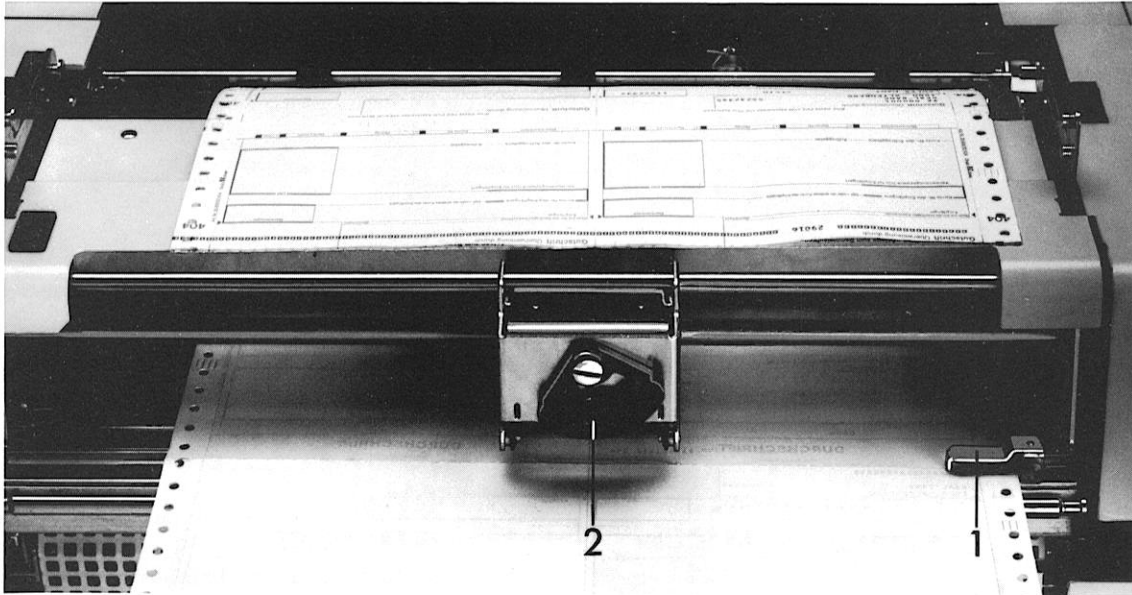

Abb. 10 Papierführung, Rückseite
Mit der Papierspanneinrichtung Abb. 10 wird das Endlosformular gespannt, damit es an der Walze anliegt.
Der Papierendekontakt 1) Abb. 10 ist auf die entsprechenden Formularbreiten seitlich verstellbar.
- am Papierendekontakt (Abb. 10) den Abtasthebel hochstellen.